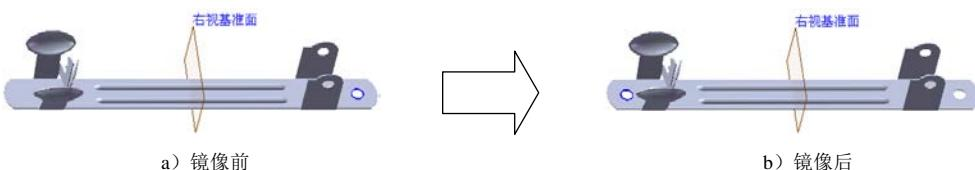

图 15.4.53 镜像 5
Step19. 创建图 15.4.53 所示的镜像 5。
- (1) 选择命令。选择下拉菜单 **插入(I)** → **阵列/镜向(E)** → **镜向(M)...** 命令。
(2) 定义镜像基准面。选取右视基准面作为镜像基准面。
(3) 定义镜像对象。选择切除一拉伸 5 作为镜像 5 的对象。
(4) 单击 按钮，完成镜像 5 的创建。